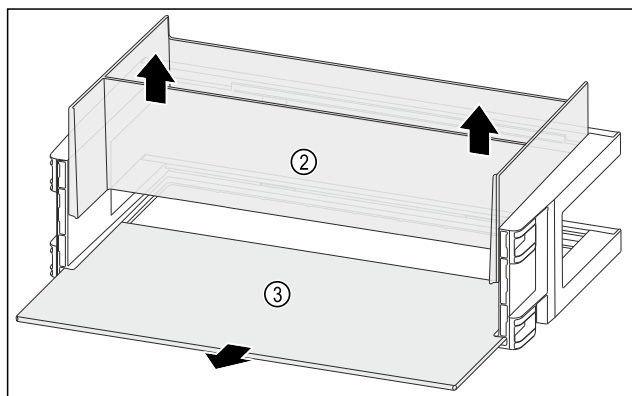

Fig. 93
- Свалете органайзера Fig. 93 (2) нагоре.
- Свалете рафта Fig. 93 (3).